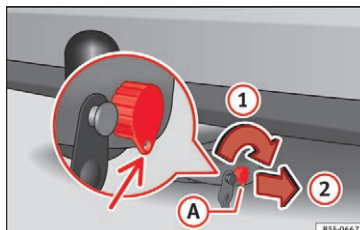
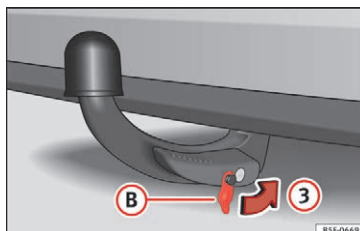

Fig. 230 Spærring af lås
Fig. 231 Påsætning af dækkappe på lås
- Drej nøglen ① i pilens retning ①, indtil den del af nøglen, hvori der er et hul, er placeret nederst » » Fig. 230.
- Træk nøglen ud i pilens retning ②.
- Sæt afdækningen ③ på låsen i pilens retning ③ » » Fig. 231 » » ①.